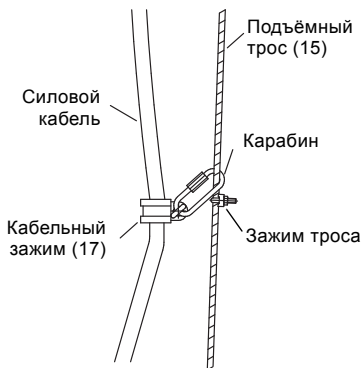

Рис. 22 Крепление силового кабеля к тросу
18. С помощью кабельного зажима прикрепите силовую кабель к подъёмному тросу приблизительно на 0,8 м выше образователя потока. Это предотвратит падение кабеля и его попадание в пропеллер во время работы. С помощью карабина закрепите кабельный зажим на подъёмном тросе выше зажима троса. См. рис. 22. Прикрепите силовую кабель к подъёмному тросу с помощью кабельных зажимов, установленных через каждый метр.
23. Снимите подъёмный трос с лебёдки и зафиксируйте его зажимом (20) на кронштейне верхнего крепления.
24. Подъёмный трос должен служить разгрузкой для силового кабеля. По этой причине всегда натягивайте подъёмный трос. См. рис. 22.